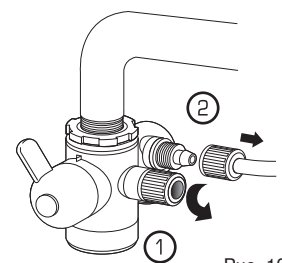

Рис. 10
- Отвинтите гайки (1).** Наденьте гайки на трубки соответственно размеру трубок: большую гайку на широкую трубку, маленькую гайку - на узкую трубку (рис. 10).